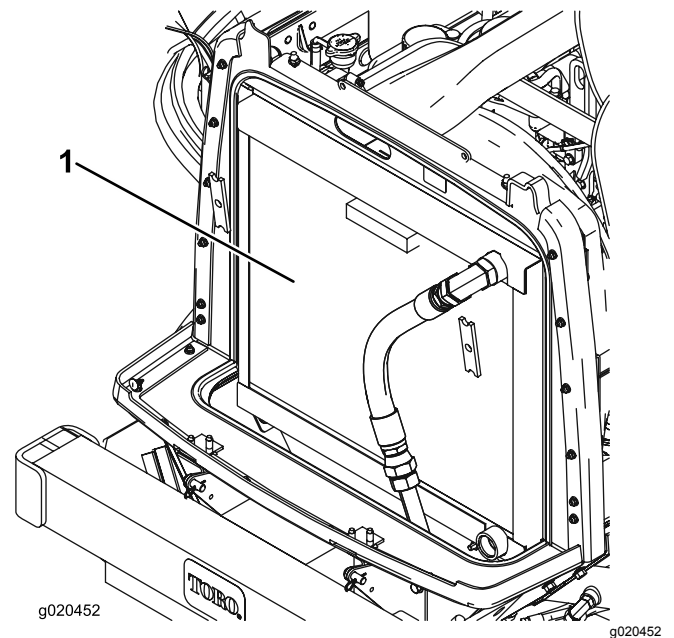

Figura 72
3. Pulite accuratamente entrambi i lati dell'area del refrigeratore dell'olio e del radiatore utilizzando aria compressa (Figura 72).